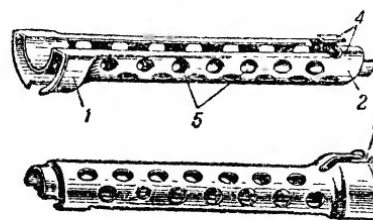

Рис. 47. Нижний кожух:
47. Нижний кожух (рис. 47) является продолжением цевья ложи. Он имеет: задний уш-